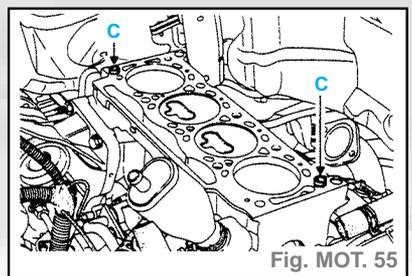

Fig. MOT. 55
**Nota.** - La vis (6) de la culasse se dépose avec un embout étoile de 50 (exemple : **Ex 250** de chez **Facom**, le raccourcir de 13 mm) et d'une clé mixte de 8.
- Décoller la culasse en écartant la partie inférieure du carter intérieur d'arbre à cames ; ceci sans faire pivoter la culasse, car elle est centrée par deux douilles (**C**) (fig. MOT. 55).